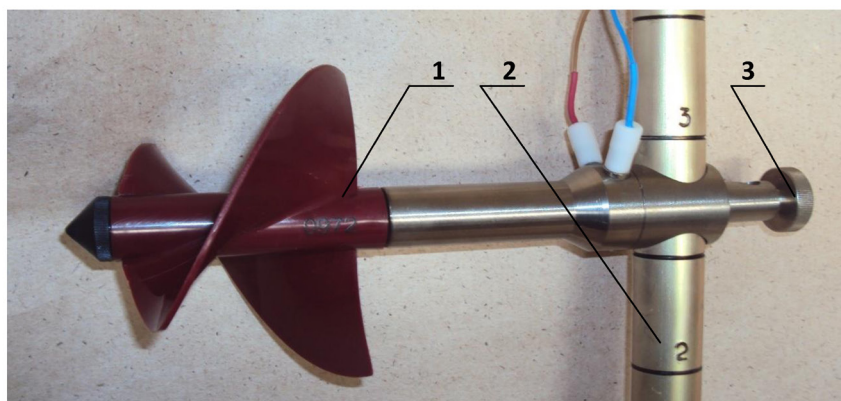

Рис. 9.1
9.2.1.1. Установить при работе со штангой вертушку *1* (рисунок 9.1) на штангу *2* и жестко закрепить на ней зажимным винтом *3* из комплекта ЗИП на определенном расстоянии от нижнего опорного конца.